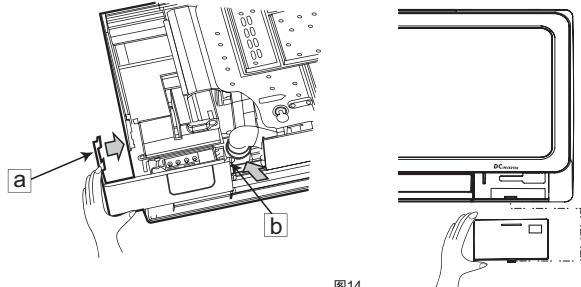

图14
(1) 接线盖板拆去顺序
· 用手将面框右下角风室下盖板④、⑥处的勾子沿箭号方向拉，将风室下盖板取下。(如图14)
(2) 电线连接顺序
· 用向上的力推出接受窗下部卡扣，取下接受窗。(如图14)